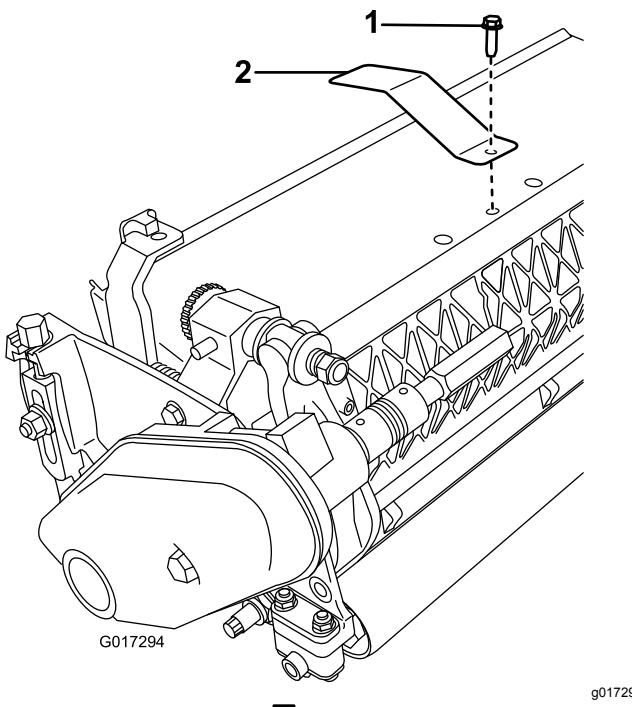

図 4
- 中央のグラスシールドボルトを外す図4。
- 取り外したボルトを使って、ターゲットプレートをカッティングユニット上部に取り付ける図4。